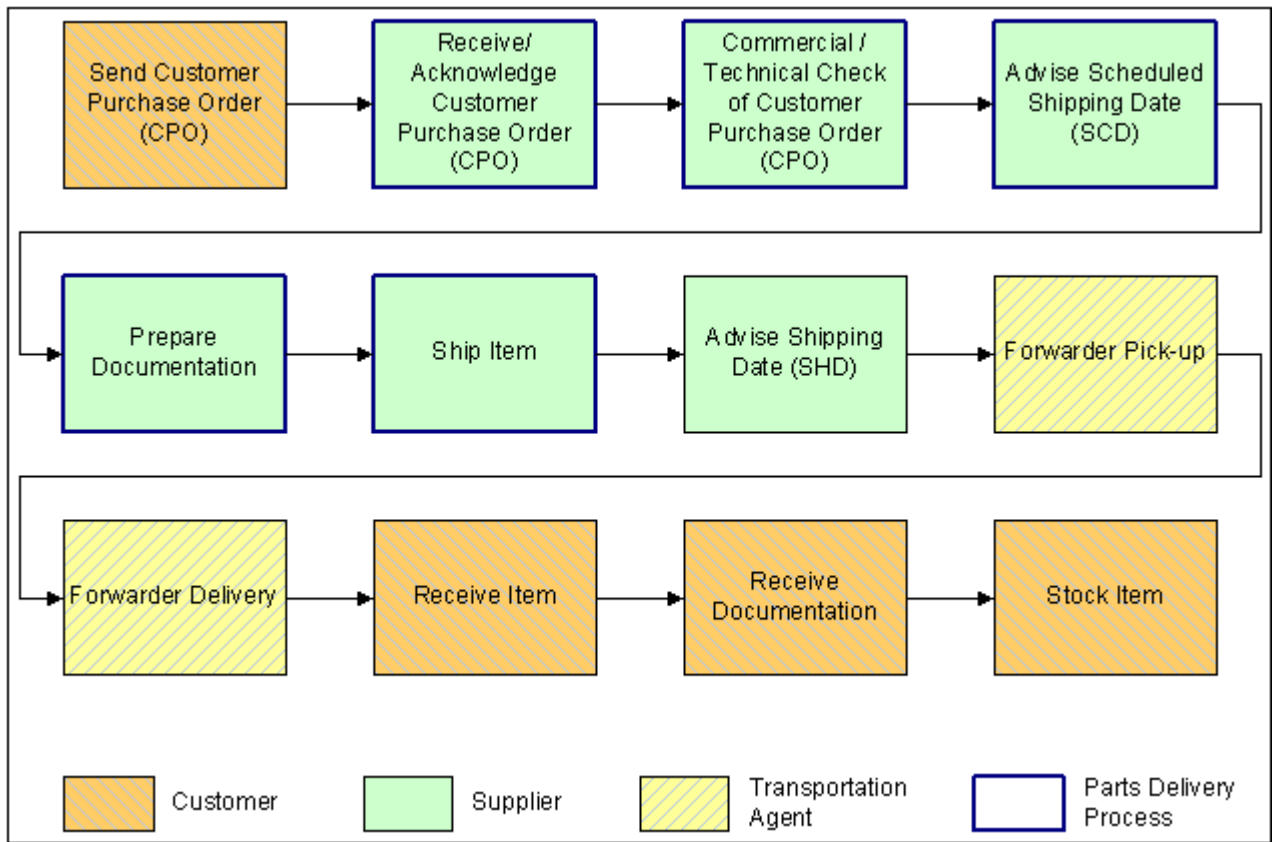

Figura 8.13d – Entrega de las partes
- *Entrega de las partes (figura 8.13d).*